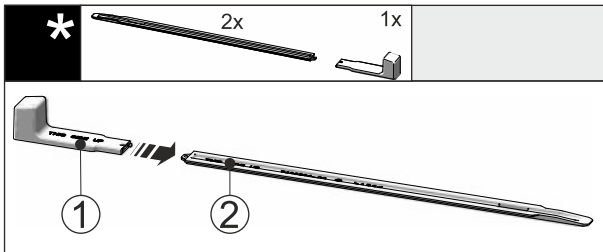

Fig. 47
▶ Вставте монтажну ручку Fig. 47 (1) на вирівнювальну рейку Fig. 47 (2).